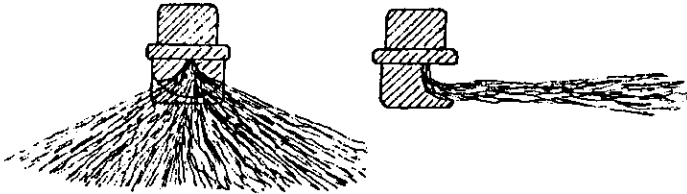

Figura 5. Bico de impacto.
- **Bicos de impacto** - trabalham com pressões de 10 a 20 lbf/pol². O jato do líquido bate em um plano inclinado e se abre em forma de leque. Produzem gotas grandes; trabalham com altas vazões e são de baixa deriva. Geralmente possuem ângulos bastante abertos e por isso são indicados para trabalhar próximo ao alvo (solo). São mais utilizados para aplicações de herbicidas (Figura 5).